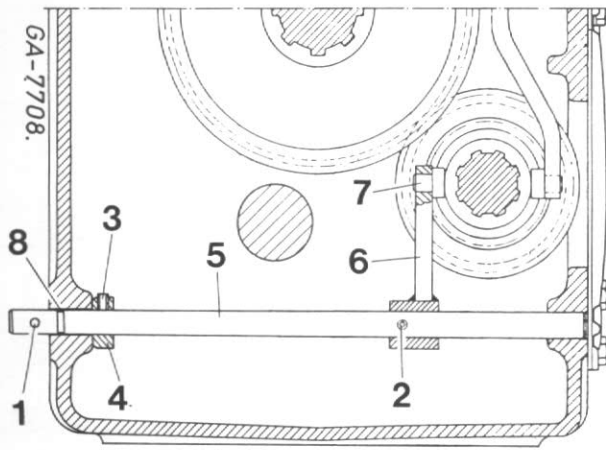
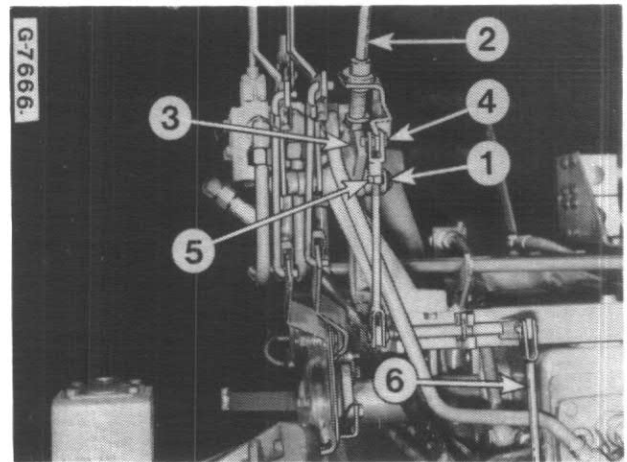

Figure 150
Figure 153
Déposez le levier de commande de la prise de force (2, Fig. 153) et la tringlerie de commande selon l'ordre indiqué figure 150. Le cas échéant, retirez de l'arbre secondaire le pignon de prise de force proportionnelle. Reportez-vous, pour plus amples détails à "Dépose de l'arbre secondaire".
Appliquez de la graisse Molykote sur les faces d'appui de l'arbre de commande (5, Fig. 150) avant la mise en place.
Reliez le levier (3) au levier de commande (2, Fig. 153).